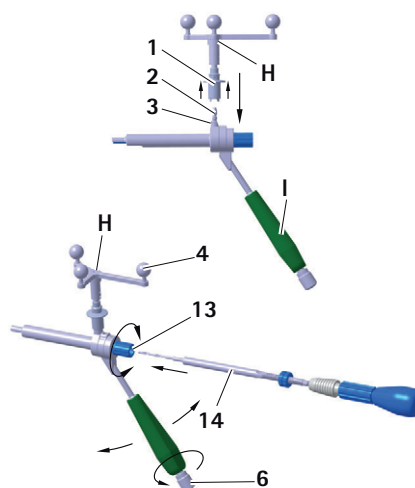

Fig. 10 Montarea unității în formă de stea Aesculap pe manșonul de ghidare pentru șuruburi cu filet parțial S⁴C
- Pentru a asigura imaginea nerestricționată a camerei asupra sferelor cu repere reflectorizante, slăbiți butonul 6 de pe mânerul S⁴C al manșonului de ghidare S⁴C I și rotiți unitatea în formă de stea Aesculap H în poziția dorită, vezi Fig. 10.